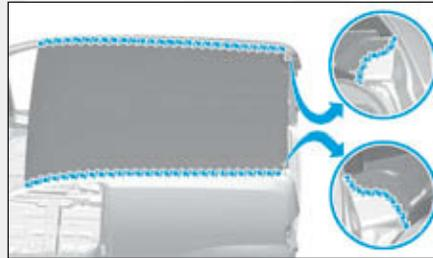

FIG. 130
- un mastic d'étanchéité indice "A4" (Fig.130),